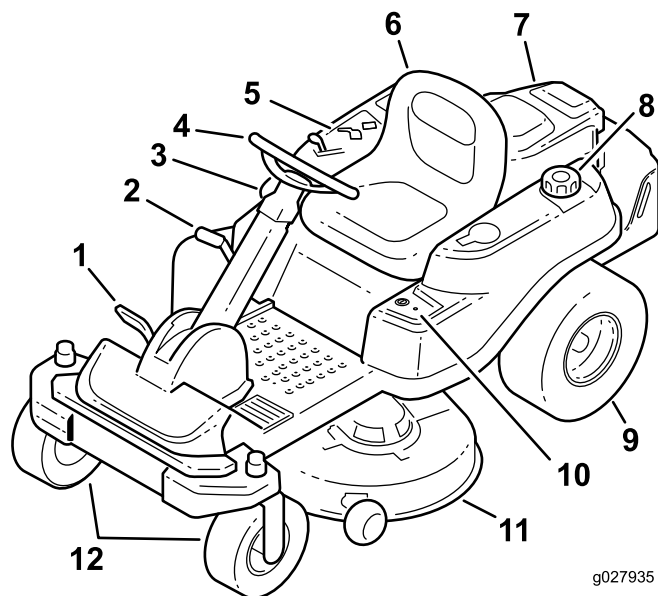
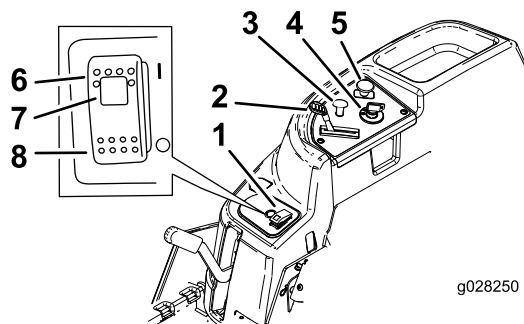

Figura 5
Figura 6
Familiarize-se primeiro com todos os comandos em Figura 5 e Figura 6 antes de ligar o motor e utilizar a máquina.
Utilize a alavanca do ar para arrancar o motor a frio. Puxe a alavanca do ar para cima para a ativar. Empurre a alavanca do ar para baixo para a ativar (Figura 6).
O regulador controla a velocidade do motor e tem uma engrenagem de variação contínua da posição LENTA para RÁPIDA (Figura 6).
O interruptor de controlo da lâmina (PTO) engata e desengata potência para as lâminas do cortador (Figura 6).
Utilize a alavanca da altura de corte para elevar e descer a plataforma a partir da posição sentada. Movendo a alavanca para cima, em direção ao operador, a plataforma é elevada do solo e quando é empurrada para baixo (na direção oposta ao operador) é descida na direção do solo. Ajuste apenas a altura de corte enquanto a máquina não está em movimento (Figura 5).
- Pressionando o interruptor SmartPark™ para a posição LIGAR (Figura 6).